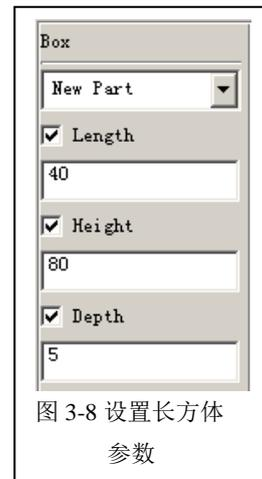
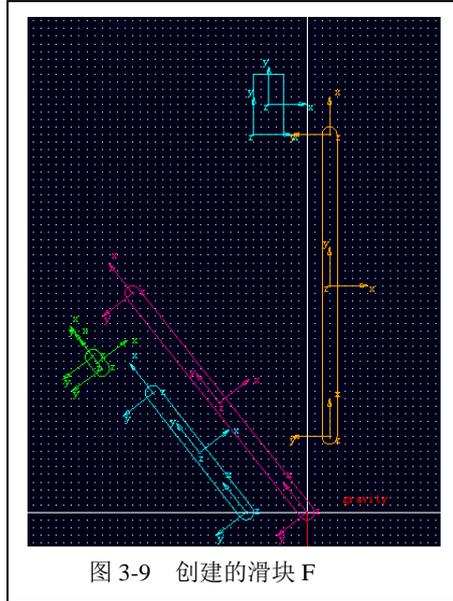

图 3-8 设置长方体参数
图 3-9 创建的滑块 F
3.5 在 **ADAMS/View** 零件库中选择长方体 (**Box**) 图标，参数选择如图 3-8 所示，参数可以任意选择，只要合理就可以。在 **ADAMS/View** 工作窗口中，用鼠标左键在副曲柄上侧的区域任意选择一点（本题中选择点 (-70,500,0) mm），并点击鼠标左键确认。滑块 **F (PART_6)** 如图 3-9 所示。